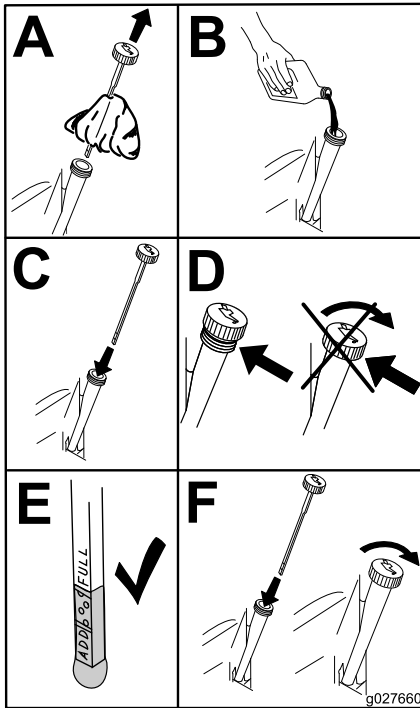

Bild 55
5. Gießen Sie langsam ungefähr 80 % der angegebenen Ölsorte in den Einfüllstutzen und füllen Sie dann vorsichtig mehr Öl ein, um den Ölstand an die **Voll**-Markierung zu bringen (Bild 55).